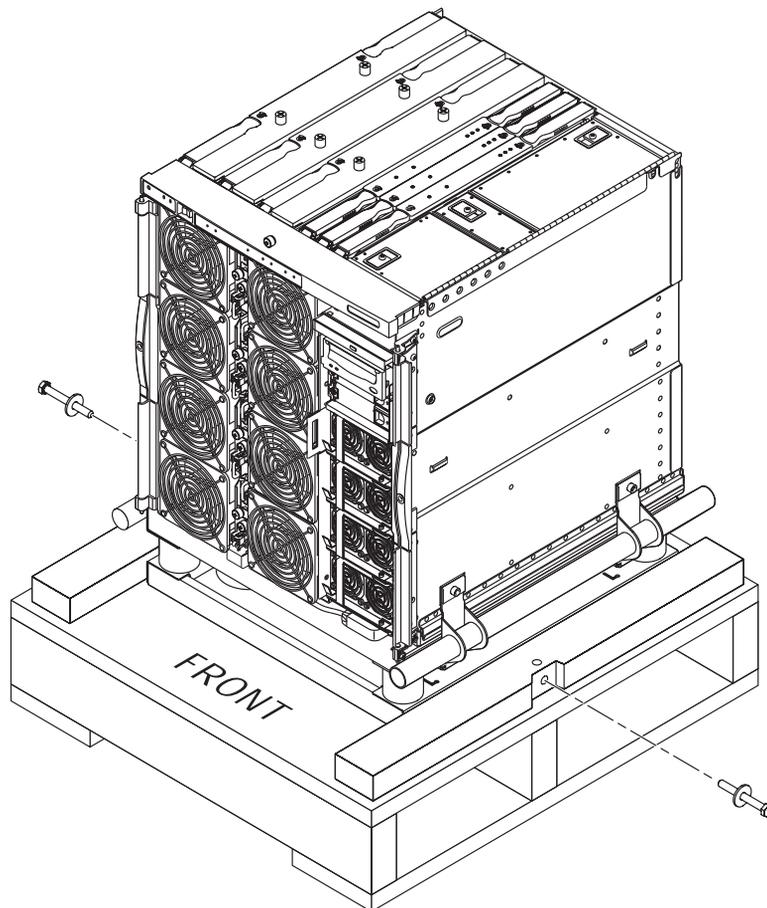

FIGURE 1-9 Retrait des boulons du socle
2. Dévissez les boulons du socle de livraison (voir FIGURE 1-9).